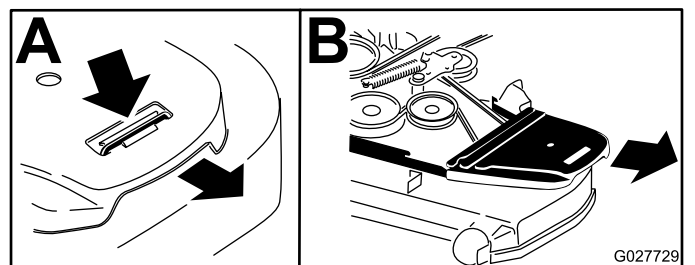

Figura 57
7. Rimuovete i copricinghia (Figura 57).